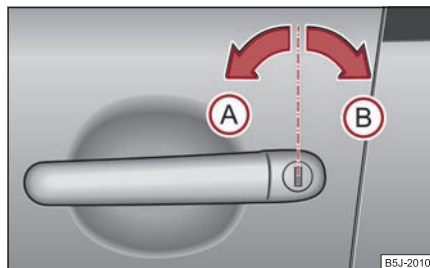

Fig. 36 Rotirea cheii pentru descuiere și încuiere
- Rotești cheia în încuietorea ușii conducătorului auto în poziție de descuiere (A) ⇒ fig. 36 spre stânga.
- Rotiți cheia în încuietoarea ușii conducătorului auto în poziție de încuiere **(B)** spre dreapta ⇒ **pagina 44, fig. 36.**